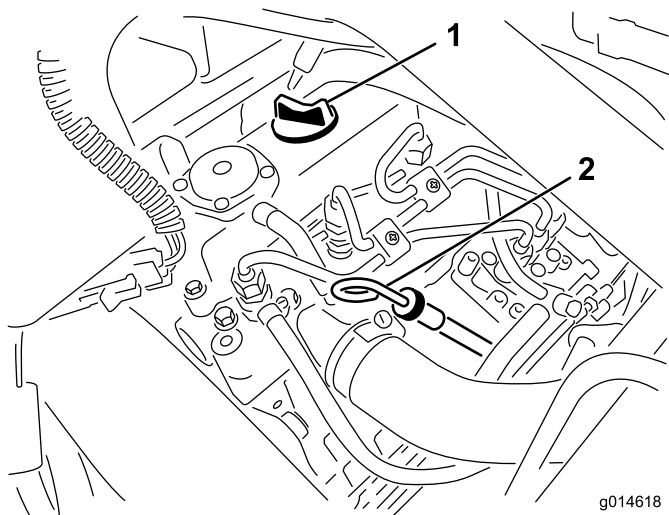

Figura 25
2. Retire la varilla y límpiela con un paño limpio (Figura 25). Introduzca la varilla en el tubo asegurándose de que entre a fondo. Retire la varilla del tubo y verifique el nivel de aceite. Si el nivel de aceite es bajo, retire el tapón de llenado de la cubierta de la válvula y añada **lentamente** suficiente aceite para elevar el nivel a la marca "Full" (lleno) de la varilla. Añada el aceite lentamente y compruebe el nivel a menudo durante este proceso. **No llene demasiado.**